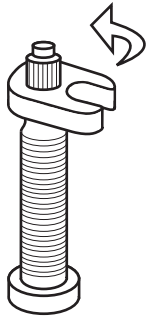

Figura 48. Gire la llave hacia la izquierda para quitar el obús
1. Coloque la llave de válvulas Bontrager en el obús de la válvula presta, alineando las aristas con las de este (Figura 48).